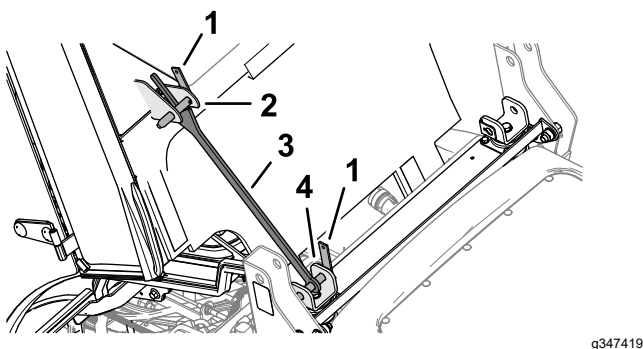

Figure 23
8. Tournez le support de sécurité vers la cabine afin de l'insérer entre les brides du cadre et appuyez-le contre l'arrière du cadre de la cabine (Figure 23).
9. Insérez l'autre goupille de verrouillage dans les trous de la bride du cadre de la cabine, et fixez la goupille de verrouillage sur les brides avec la goupille fendue (Figure 23).